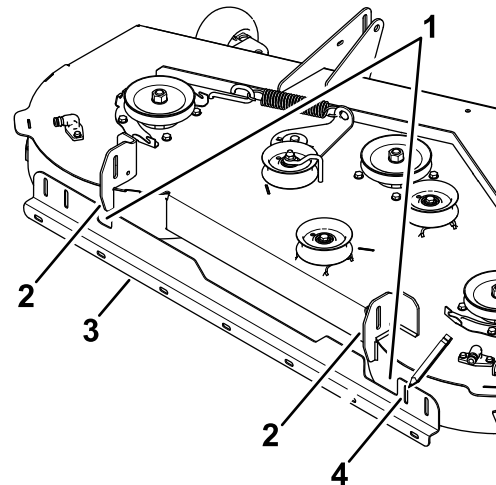

Figure 3
- Sur les modèles de 137 cm (54 po), utilisez les fentes intérieures du support comme points de référence quand vous percez le trou (Figure 3).